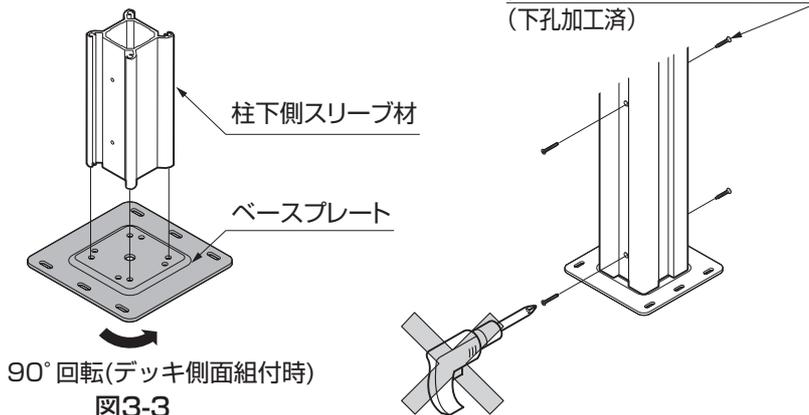

図3-3
③主柱の孔位置からφ4×20サラタッピン3種で、主柱と柱下側スリーブ材を固定してください。
④デッキ側面に柱を組付ける場合、ベースプレートを90°回転して固定してください。(図3-3参照)